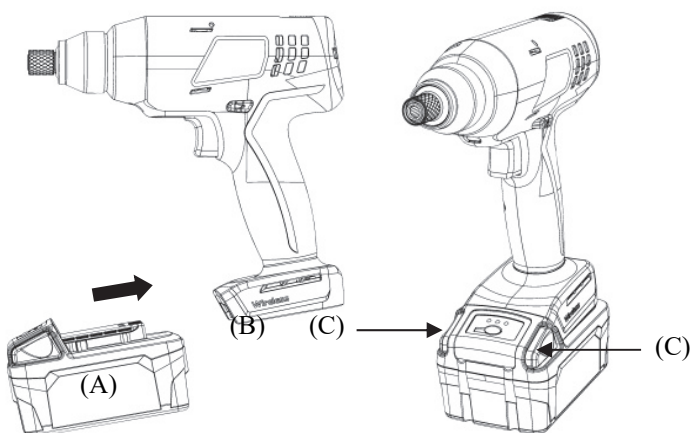

Figure. 1
Installer la batterie : Insérez la batterie (A) dans l'outil (B) jusqu'à la position verrouillée. (voir Fig.1)
Retirer la batterie : Appuyez sur les loquets (C) de la batterie et retirez la batterie (A) de l'outil (B). (voir Fig.1)